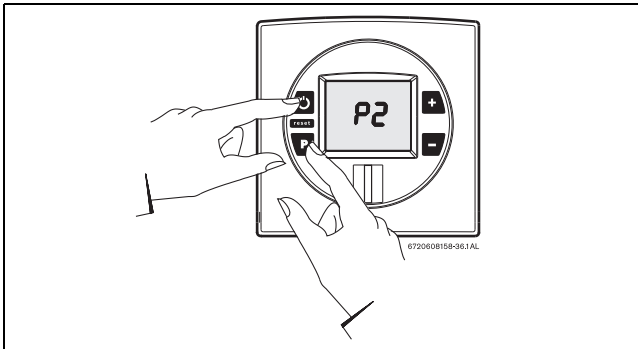

Рис. 51
- ▶ Утримуючи натиснутою кнопку програмування (P), увімкніть водогрійну колонку вимикачем (see Рис. 51).